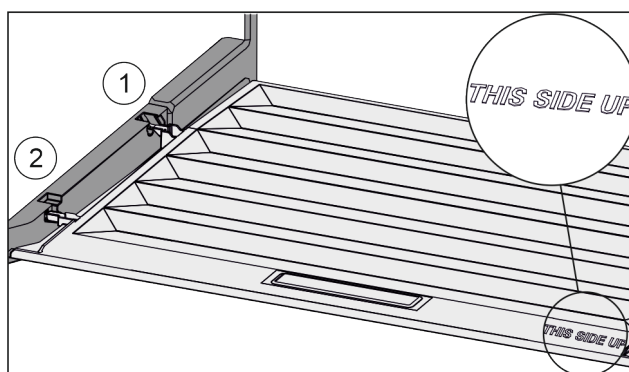

Fig. 32
- ▶ Inserire le nervature del coperchio attraverso l'apertura del supporto posteriore Fig. 32 (1) e innestare anteriormente nel supporto Fig. 32 (2).